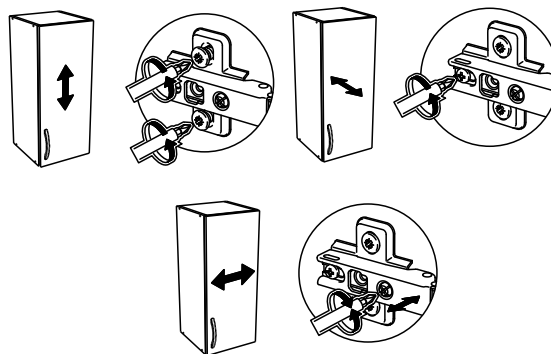

рис. 2
8. Прикрутить штангодержатели шурупами 3,5x16, установить штангу (10). Штангу можно установить как в правую, так и в левую секцию
9. К створке (9) шурупами 3,5x16 прикрутить петли. Установить створку на шкаф, закрепив петли на боковинах винтами 6,3x13
10. При необходимости произвести регулировку фасадов (рис. 2)
13. В соответствующие отверстия на боковинах и перегородке вставить полкодержатели и установить полки (8). Полки можно установить как в правую, так и в левую секцию